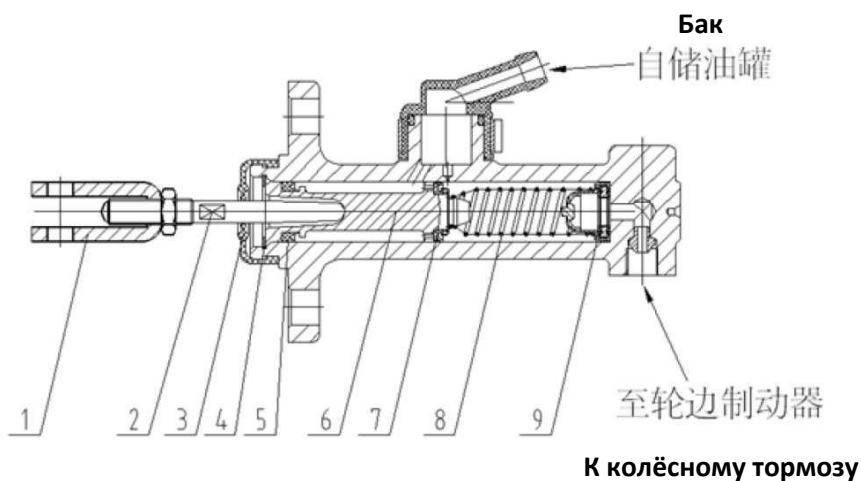

Рис. 6-2. Главный цилиндр
Устройство главного цилиндра показано на рис. 6-2. Он включает связующий шток (1), толкающий шток (2), пылезащитный кожух (3), кольцо-защёлку (4), вторую крышку (5), поршень (6), первую крышку (7), пружину (8) и управляющий клапан (9). Главный цилиндр закреплён на основании тормоза при помощи болта. Рычаг педали тормоза и толкающий шток соединены цилиндрическим стержнем. При нажатии педали тормоза шток толкает поршень вперёд. Тормозная жидкость оттекает обратно в бак через возвратное отверстие до тех пор, пока первая крышка не перекроет возвратное отверстие. После того как первая крышка пройдёт через возвратное отверстие, тормозная жидкость в цилиндре оказывается под давлением, открывает управляющий клапан и течёт в цилиндр через тормозной трубопровод. Таким образом, поршень цилиндра под действием усилия выходит наружу. Это приводит к передаче усилия на тормозной диск и торможению машины.